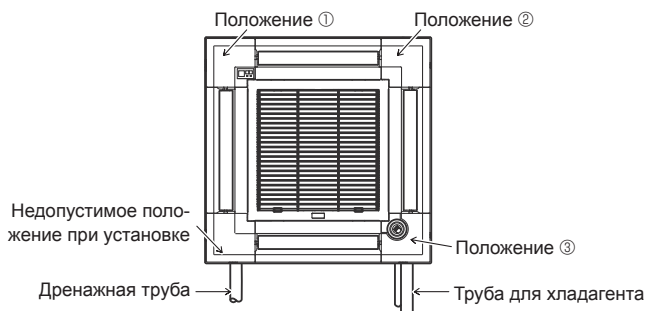

Fig. 9-11
Для главного прибора нельзя устанавливать угловую панель приемника сигналов на стороне дренажной трубы. (См. Fig. 9-11)
- Если положение i-see Sensor было изменено с положения по умолчанию (положение 3) на другое положение, измените настройки функции. (См. страница 222 и Fig. 9-11)
- Для главного прибора невозможно установить угловую панель i-see Sensor на стороне дренажной трубы. (См. Fig. 9-11)